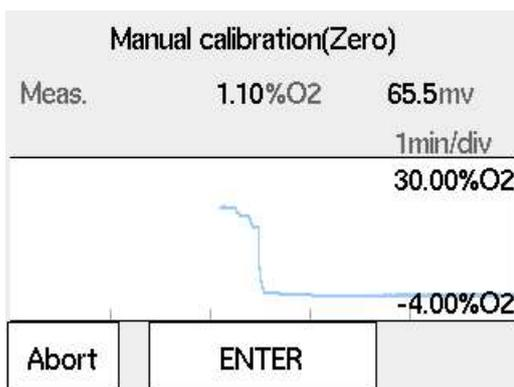

Figura 7.23 Tendência na calibração de gás zero
- (8) Semelhante à calibração de referência, selecionar “Start calibration” exibe o gráfico de tendência da leitura da concentração de oxigênio sendo medida (Figura 7.23) na tela. Aguarde até que a leitura estabilize perto da concentração de gás zero monitorando o gráfico e a força eletromotriz do sensor. Neste ponto, a calibração ainda não foi executada, portanto, é aceitável que a leitura se desvie da concentração de ar zero.